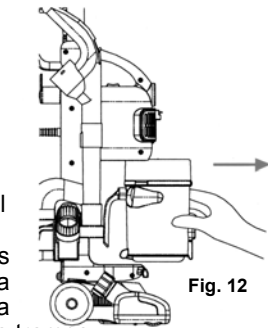

Fig. 12
2. Saque el contenedor de la aspiradora. (Fig. 12)